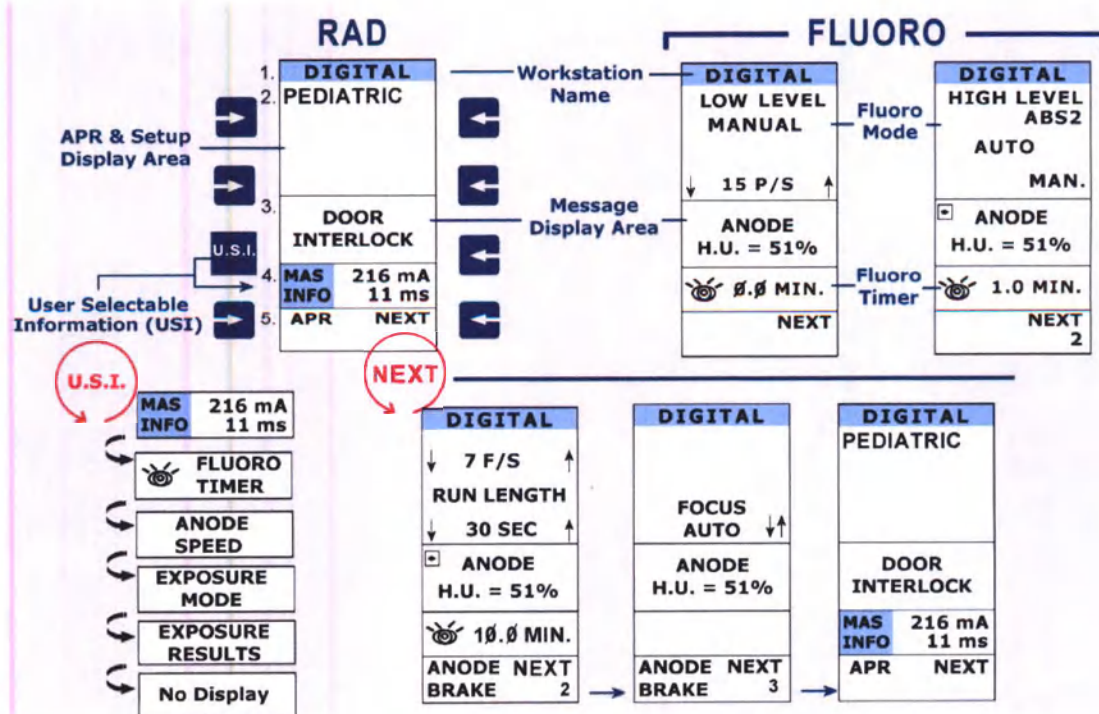

Рисунок 1.16- Графический экран
Графический экран, расположенный в правой части пульта, обеспечивает оператора необходимой информацией и выбором, соответствующим текущей или запланированной задаче. Экран разделен на пять (5) зон, в каждой из которых отображается особая информация по рентгенографии и скопии (рисунок 1.16). Некоторую информацию может выбирать пользователь.